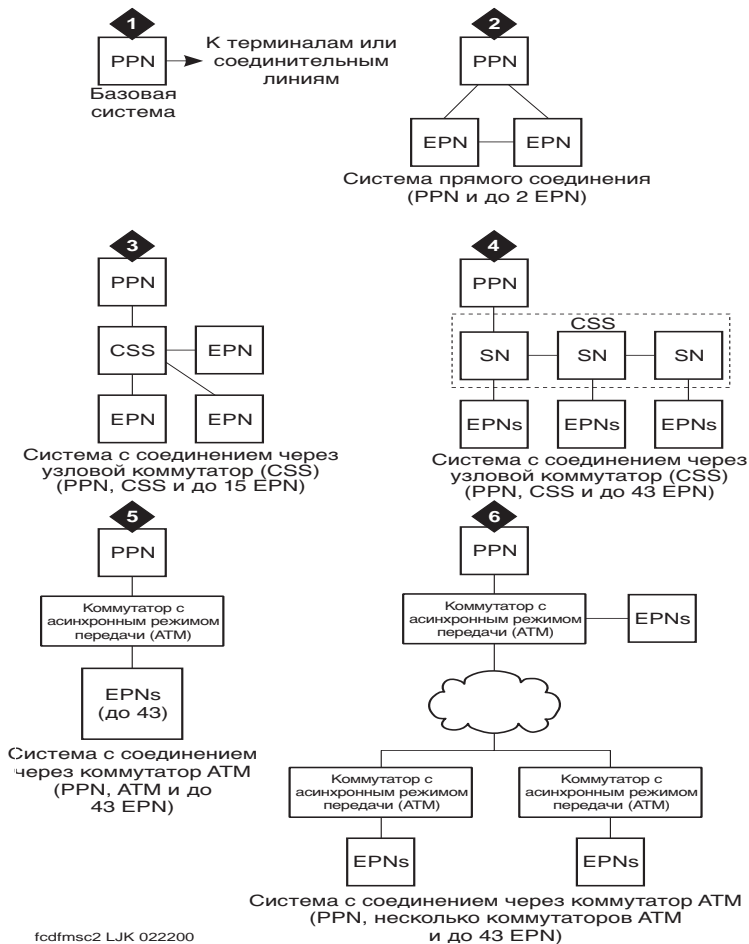

Рис. 2. Основные конфигурации системы
Базовым компонентом системы является сеть портов (PN), состоящая из цепей портов, подключенных к внутренним шинам, которые позволяют цепям осуществлять связь между собой. См. Рис. 2 на стр. 5.
На Рис. 2 на стр. 5 показаны следующие 6 основных конфигураций системы: